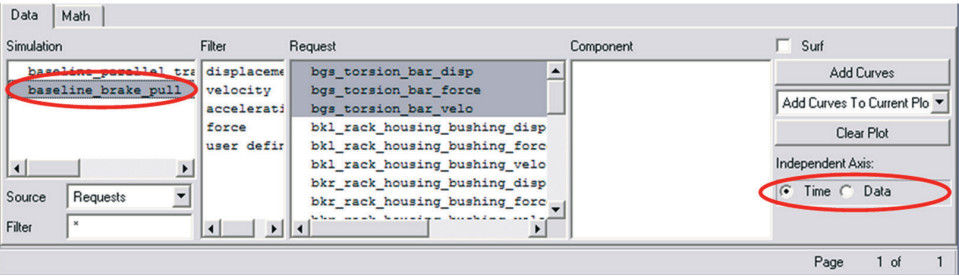

Figura 4.169 – Selecionando a simulação e definindo o eixo horizontal.
- Selecione a simulação de interesse no campo *Simulation* (neste caso, *brake\_pull*), conforme ilustra a Figura 4.169.
- No campo *Independent Axis*, selecione a opção *Data* (Figura 4.169).